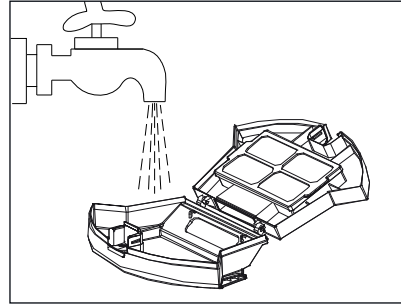

Fig. 12
- 6) Nettoyez le bac à poussière **14** et le filtre-tamis avec de l'eau chaude ou tiède (voir fig. 12). Laissez le bac à poussière **14** et le filtre-tamis sécher entièrement à l'air avant d'insérer à nouveau le bac à poussière **14** dans l'appareil.